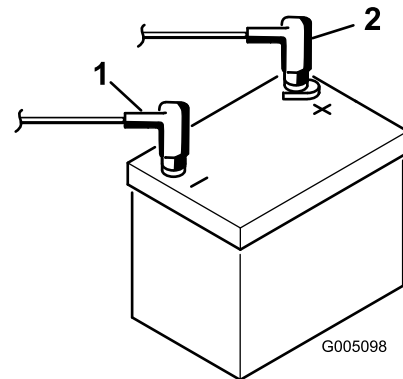

Figure 8
9. Raccordez le câble positif (rouge) de la batterie à la borne positive (+) et le câble négatif (noir) à la borne négative (-) et fixez-les en place avec les boulons et les écrous (Figure 8). Placez le capuchon en caoutchouc sur la borne positive pour éviter les courts-circuits.